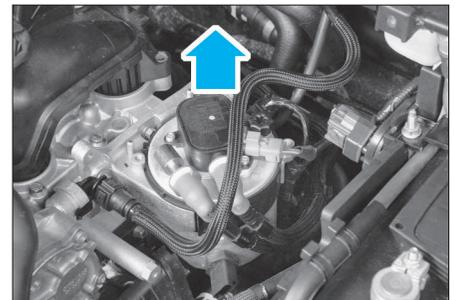

FIG. 43
- les 2 raccords (4).
- le connecteur (5).
- le filtre à gazole en tirant vers le haut (Fig.43).